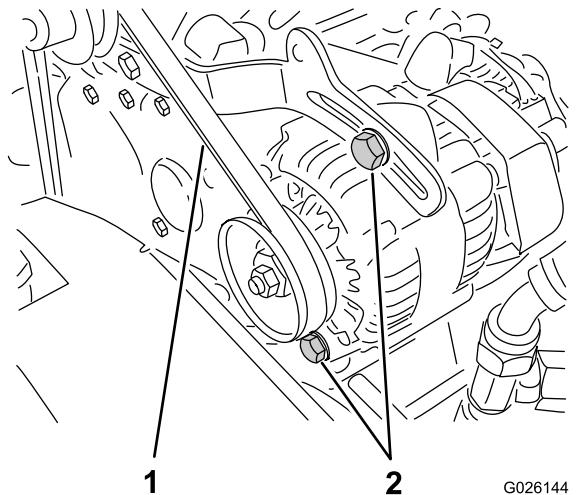

Bild 68
2. Prüfen Sie die Spannung, indem Sie eine Kraft von 10 kg in der Mitte zwischen der Lichtmaschine und den Kurbelwellenscheiben ansetzen (Bild 68).
- A. Lockern Sie die zwei Befestigungsschrauben der Lichtmaschine (Bild 68).
Riemenspannung erzielt ist. Ziehen Sie die Befestigungsschrauben dann fest (Bild 68).